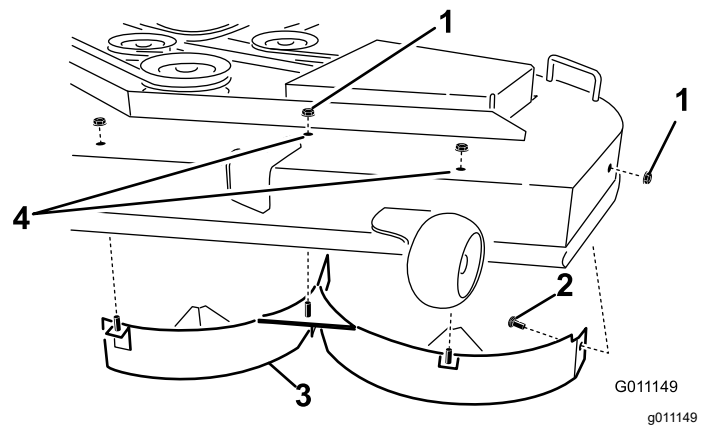

Bild 13
- Entfernen Sie die zwei Sicherungsmuttern (5/16"), mit denen die geschweißten Streben des linken Ablenkblechs oben am Mähwerk in der Mitte und links von der Mittelstellung befestigt sind (Bild 13).
- Entfernen Sie das linke Ablenkblech vom Mähwerk, wie in Bild 13 abgebildet.